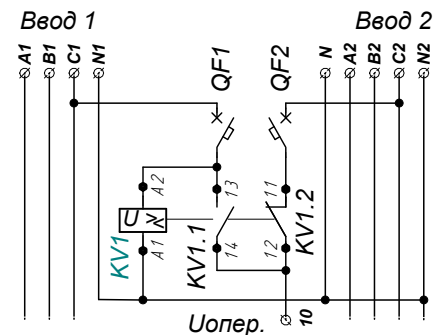

Рис.5 Схема получения оперативного питания с использованием реле напряжения
- 5.5. Схемы подключения БУАВР.ЭА.220.12.24.М в устройствах АВР для трехфазных: сети и ЭА, временные диаграммы, поясняющие их работу, приведены на рис.5– рис.8.
Рис.5 Пример схемы АВР на контакторах, с двумя вводами, один из которых электроагрегат, одной нагрузкой, электрической блокировкой контакторов и управлением от БУАВР.ЭА.220.12/24.М.
6.7.1. Схема получения оперативного питания с использованием реле напряжения, рис.5.